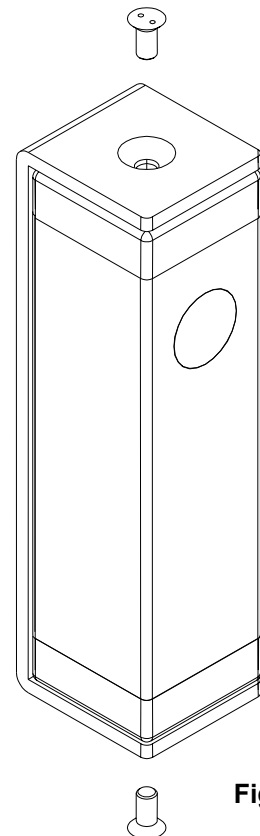

Fig. 6
- Introduire la cellule photoélectrique dans l'étrier en C et la bloquer au moyen des deux vis antivol fournies (Fig. 6).
- Die Photozelle in den Bügel einsetzen und mit den zwei mitgelieferten, bohrfesten Schrauben verschrauben (Abb. 6)
- Introducir la fotocélula en el estribo en C y bloquearla mediante los dos tornillos antivandálicos suministrados (Fig. 6)